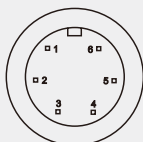

图 4-5-1
▶ 4-3-3 通讯接口与模拟电流信号输出 4 ~ 20mA(参见图 4-5-1)